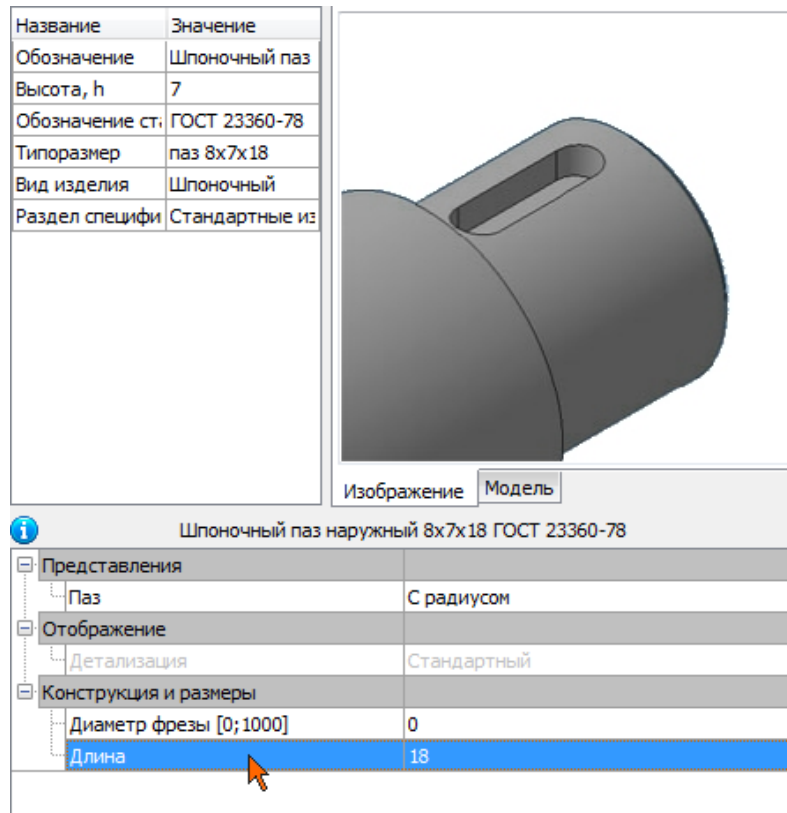

Рисунок 26
- В Области свойств выполните двойной щелчок мышью в поле Длина (рис. 26).